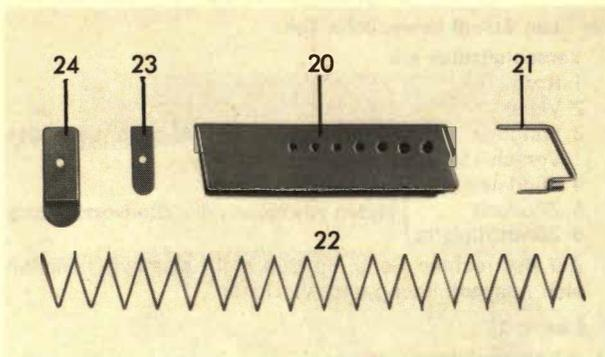

Bild 3
- das Magazin (Bild 3) mit einem Fassungsvermögen von 8 Patronen.
Die Magazinfeder muß mit dem Patronenzubringer in der Lage in den Magazinkasten eingeschoben werden, wie sie Bild 3 zeigt.
Beim Einsetzen der Magazinfeder ist darauf zu achten, daß die verkürzte Endwindung in richtiger Weise unter den Patronenzubringer zu liegen kommt (siehe Bild 3).